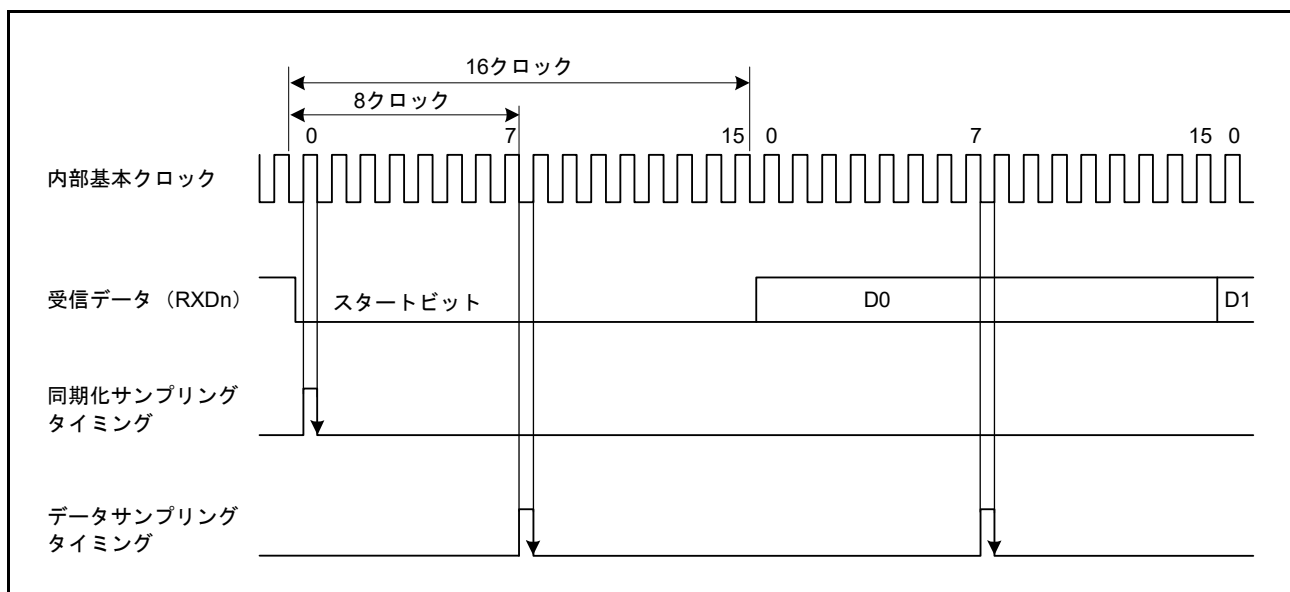

図 27.3 調歩同期式モードでの受信データのサンプリングタイミング
また、図 27.3 に示すように、受信データは基本クロックの 8 パルス目 (注1) の立ち上がりエッジでサンプリングされるため、各ビットの途中でデータが取り込まれます。調歩同期式モードでの受信マージンは以下の式 (1) のように表すことができます。